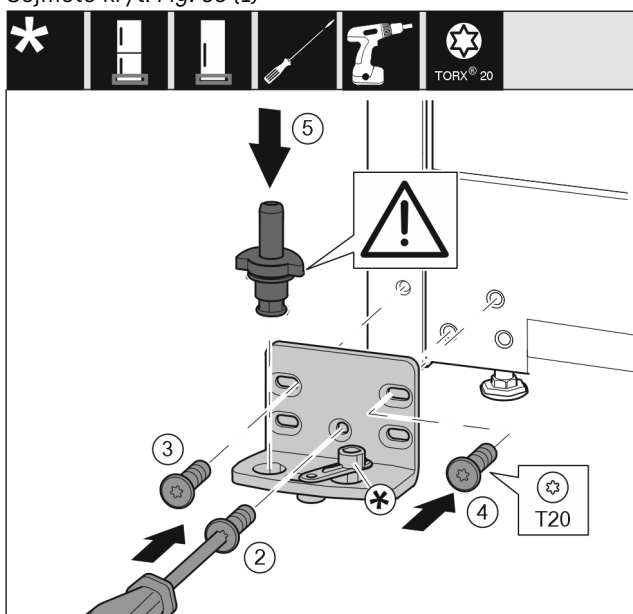

Fig. 34
- Nasad'te stojan ložiska na druhé straně a přišroubujte pomocí šroubováku T20. Začněte šroubem 2 dole uprostřed. Fig. 34 (2)
- Pevně utáhněte šroub 3 a 4. Fig. 34 (3,4)
- Zcela vložte ložiskový čep. Přitom dávejte pozor, aby zajišťovací vačka směřovala dozadu. Fig. 34 (5)
- Nasad'te stojan ložiska na druhé straně a přišroubujte pomocí šroubováku T20. Začněte šroubem 2 dole uprostřed. (2)
- Spojení tlumiče zavírání otočte o 180°. Šroubovákem T20 přišroubujte na druhé straně stojanu ložiska. (5)
- Zcela vložte ložiskový čep. Přitom dávejte pozor, aby zajišťovací vačka směřovala dozadu. (6)